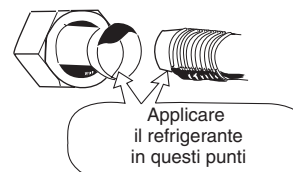

Fig. 6-4
- (1) Applicare un tappo sigillante o nastro impermeabile per evitare che polvere e acqua entrino nei tubi prima dell'uso.
- (2) Accertarsi di applicare lubrificante refrigerante alle superfici di accoppiamento della svasatura e al raccordo prima di collegarli. Questo serve a ridurre il rischio di fughe di gas. (Fig. 6-4)